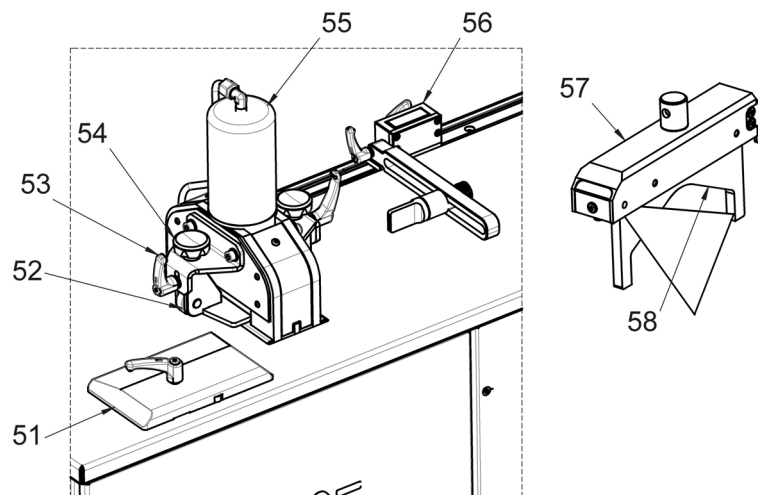

Fig. 9: Taglio delle sbarre
- Rilasciare la leva di bloccaggio sulla piastrina di guida laterale (fig. 9, 51) e regolare la piastrina di guida alla larghezza della sbarra.
- Rilasciare le viti di fissaggio (fig. 9, 54) e la leva di bloccaggio (fig. 9, 53) dei due premilamiera. Registrare i premilamiera in base allo spessore del materiale in lavorazione.